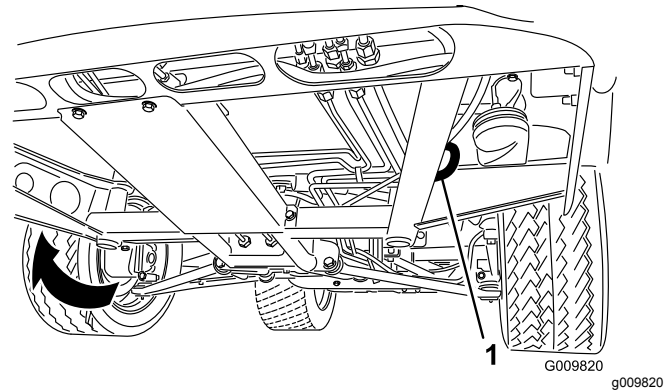
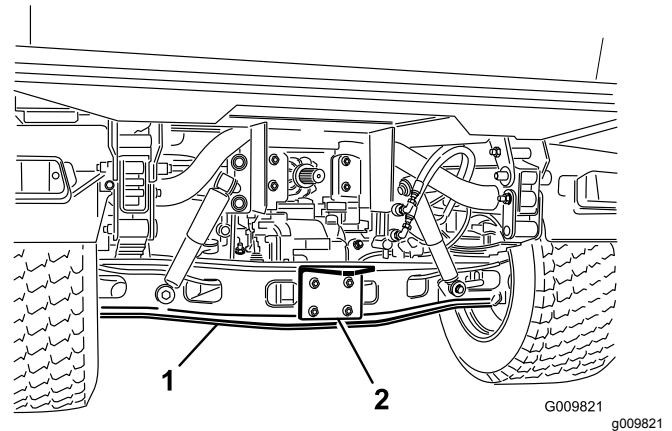

Figure 26
Figure 27
L'emplacement des points d'arrimage sur la machine est indiqué à la Figure 26 et la Figure 27.
1. Accrochez un câble de remorquage à la flèche d'attelage à l'avant du cadre de la machine (Figure 26).